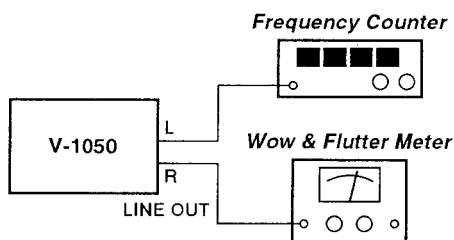

Fig. 2-1
1. Connect a frequency counter to the deck as shown in Fig. 2-1.
1. Fig. 2-1 のように周波数カウンターを接続する。
1. Connect a wow-and-flutter meter to the deck as shown in Fig. 2-1.
1. Fig. 2-1 のようにワウ・フラッタメーターを接続する。